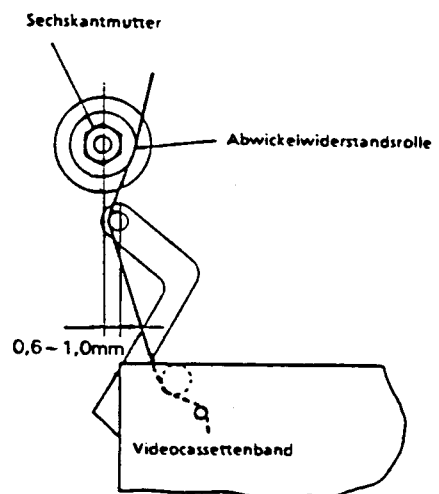

Abbildung 1-11.
• Überprüfung der Position (Abb. 1-11)